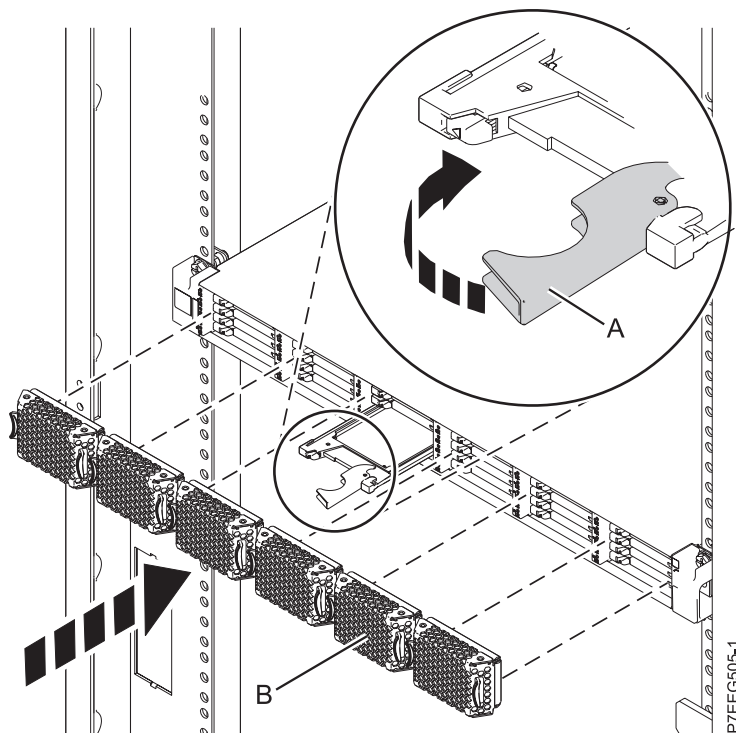

Figura 39. Substitució d'una unitat d'estat sòlid a Allotjament d'emmagatzematge EDR1 PCIe.
4. Quan el LED d'identificació de la unitat d'estat sòlid parpellegi, feu lliscar tota la unitat d'estat sòlid cap a Allotjament d'emmagatzematge EDR1 PCIe fins que quedi ben encaixada. A continuació, feu girar la nansa (A) fins a la posició de bloqueig. Consulteu Figura 39 a la pàgina 61.
5. Instal·leu la tapa bisellada (B).